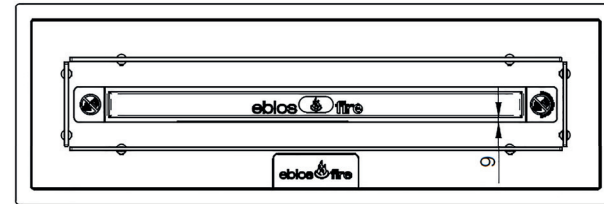

Abb. 10 Luftspalt ca. 9 mm (ohne Abdeckblech)
- Schließen Sie die Gehäuseabdeckung der Quadra Inside. Bitte beachten Sie die korrekte Platzierung, so dass sich zwischen Gehäuseabdeckung und Flammbereich ein gleichmäßiger (siehe Abb. 10, 11 und 12) Luftspalt befindet, damit eine ausreichende Luftzufuhr gewährleistet wird. Andernfalls kann es zu Verrüßungen der Gehäuseabdeckung und einem ungleichmäßigen Flammbild kommen.